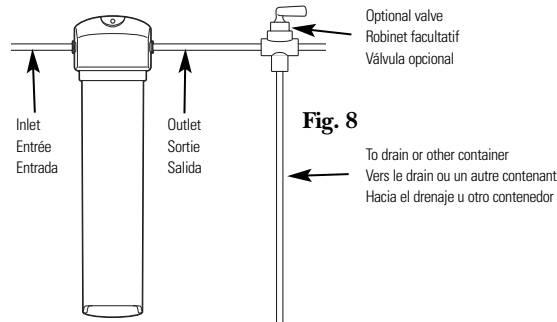

Fig. 8
2. Cycle the water dispenser or run optional valve (Fig. 8) for 4 gallons (flush approximately 5 minutes) to flush out any harmless carbon fines that may be present.
An optional valve can be installed (Fig. 8) to flush water without going through the water dispenser. (This valve must be purchased separately and installed to comply with existing state or local plumbing codes.)
2. Mettre en cycle le rafraîchisseur d'eau ou actionner le robinet facultatif (Fig. 8) pendant 15 L (videz approximativement 5 minutes) afin d'évacuer les particules fines de carbone inoffensives qui pourraient être présentes.
Un robinet facultatif peut être installé (Fig. 8) pour évacuer l'eau sans devoir passer par le rafraîchisseur d'eau du réfrigérateur. (On doit se procurer ce robinet séparément et il doit être installé conformément aux codes de plomberie en vigueur localement.)
2. Inicie un ciclo del dispensador de agua del refrigerador o abra la válvula opcional (Fig. 8) por 15 L (vacíe aproximadamente 5 minutos) para lavar cualquier rastro de carbono inocuo que pueda estar presente.
Se puede instalar una válvula opcional (Fig. 8), para dejar correr agua sin pasar por el dispensador de agua del refrigerador. (Esta válvula se debe comprar por separado e instalarse según los códigos de plomería locales y estatales existentes.)
4. Cycle the water dispenser or run optional valve (Fig. 8) for 4 gallons (flush approximately 5 minutes) to flush out any harmless carbon fines that may be present.
4. Mettre en cycle le rafraîchisseur d'eau ou actionner le robinet facultatif (Fig. 8) pendant 15 L (videz approximativement 5 minutes) afin d'évacuer les particules fines de carbone inoffensives qui pourraient être présentes.
4. Inicie un ciclo del dispensador de agua del refrigerador o abra la válvula opcional (Fig. 8) por 15 L (vacíe aproximadamente 5 minutos) para lavar cualquier rastro de carbono inocuo que pueda estar presente.